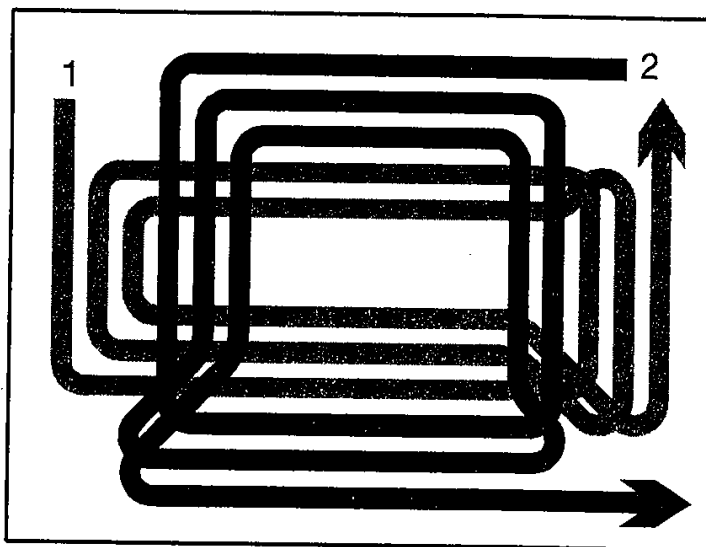

Fig. 15
1. Votre pelouse sera plus belle si vous la tondez alternativement en long et en large, à hauteur constante (fig. 15).